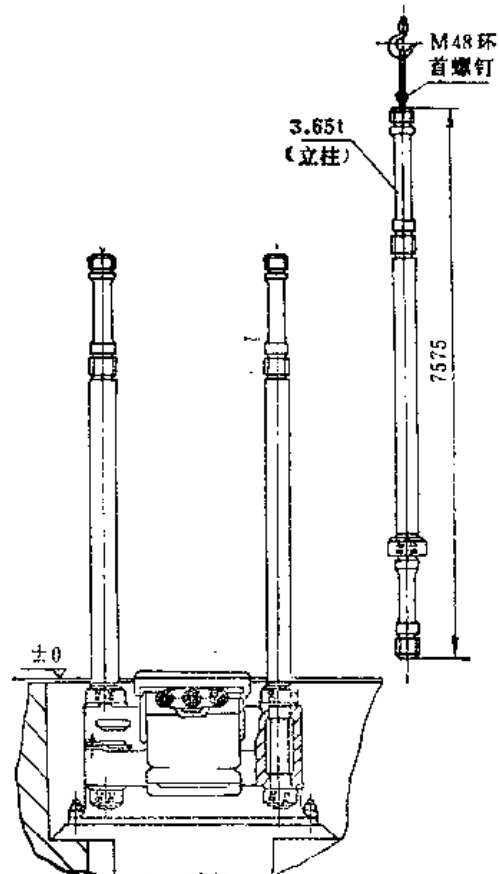

图13-2-22 拆吊立柱
6) 拆吊立柱: 如图 13-2-22 所示, 先拆除底座下面的立柱螺母后, 将立柱缓慢平稳的吊出, 平放在地面上并防止滚动, 最后拆下立柱上面剩下的螺母。